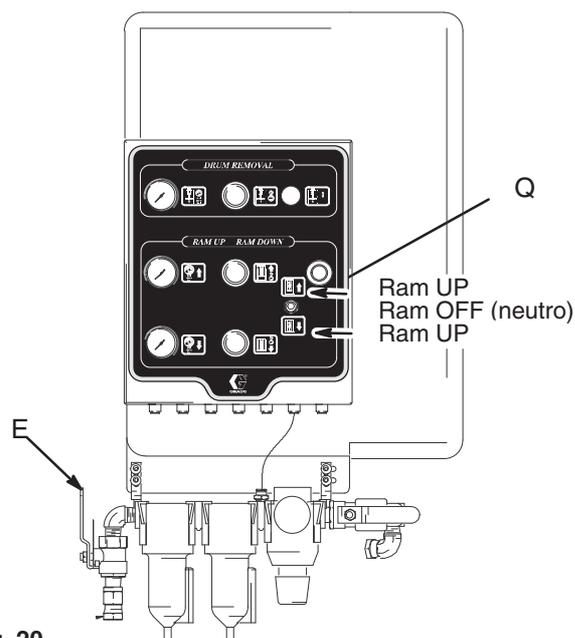

Fig. 20
- Con la palanca de la válvula manual del “ram” del control de aire [(Q) en Fig. 20], mueva el “ram” hasta la posición DOWN (baja).
- Cierre la válvula neumática principal de purga (E) (Fig. 20).